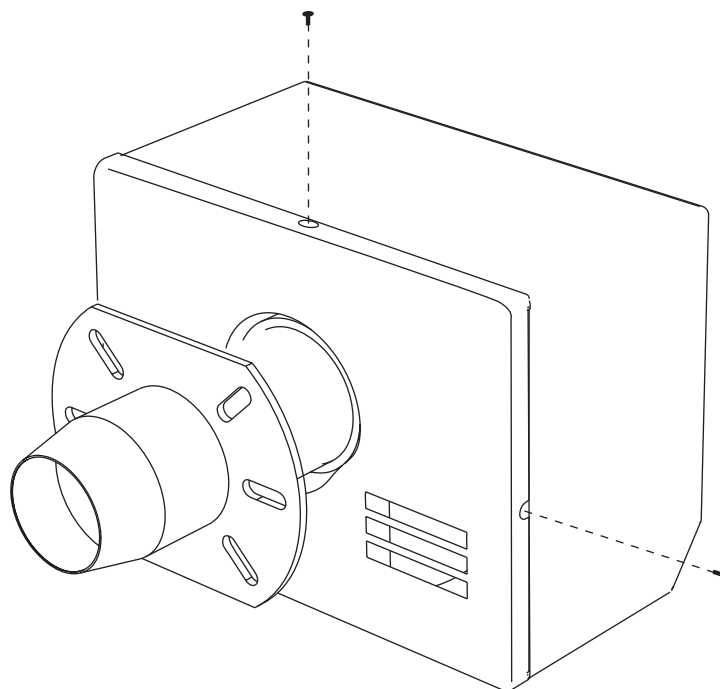

Fig.38 Collegamento elettrico Infra G
- 2) Svitare le viti del coperchio del bruciatore (fig.38)